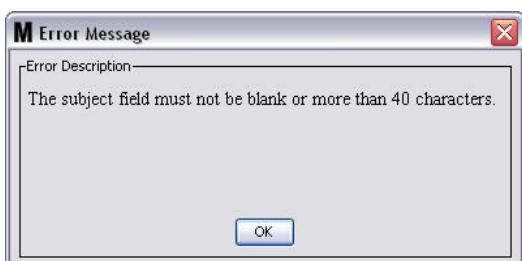

Рис. 143
- «**Subject**» [Тема]. Обозначает причину отправки электронного сообщения. Нужно указать тему. Если нажать кнопку «OK» [OK], не указав тему, появится сообщение об ошибке (Рис. 143).